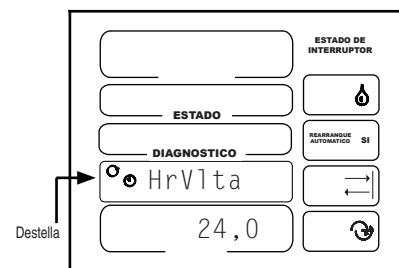

Figura 39-3
El valor de horas por vuelta indica el número de horas que se requieren para que el equipo recorra una vuelta completa con el temporizador de velocidad fijado en 100% (velocidad máxima del equipo). Este valor encontrado en el informe VChart es específico para el equipo y se usa para calcular las horas por vuelta para diferentes ajustes del temporizador de velocidad. El intervalo es 0,1 a 240,00 horas y el valor predeterminado es 24. Vea la Figura 39-3.
1. Horas vuelta debe estar destellando. Vea la Figura 39-3.